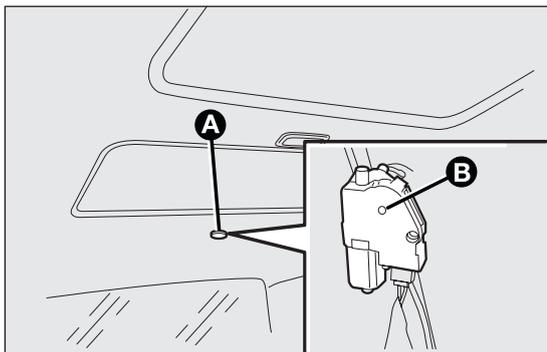

fig. 81
- ❑ quitar el tapón de protección A fig. 81 situado en la parte posterior del revestimiento interior;